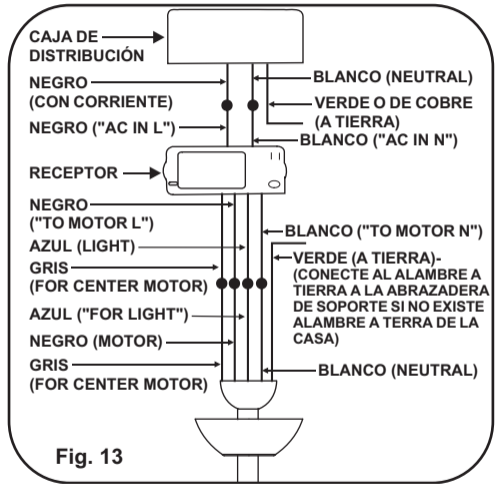

Fig. 13
Paso 2. Haga las conexiones del motor al receptor de la manera siguiente; Conecte el Alambre Blanco del ventilador al alambre Blanco marcado "TO MOTOR N" del Receptor. Conecte el Alambre Negro del ventilador al alambre Negro marcado "TO MOTOR L" del Receptor. Conecte el alambre Azul del ventilador al alambre Azul del Receptor marcado "FOR LIGHT" from the Receiver. Conecte el Alambre GRIS del ventilador al alambre GRIS marcado "OSCILLATION" del Receptor. Asegurar las conexiones con los conectores de plástico proveídos. (Fig. 13 & 14)
Paso 3. Haga las conexiones de la caja de distribución a el Receptor de la manera siguiente; Conecte el Alambre blanco (neutral) de la caja de distribución al alambre blanco marcado "AC in N" del receptor. Conecte el Alambre Negro (corriente) de la caja de distribución al alambre Negro marcado "AC in L" del Receptor. Asegure las conexiones con los conectores de plastico proveidos. (Fig. 13 & 14)
Paso 4. Si su caja de distribución tiene un alambre a tierra (verde o cobre) conectelo a los alambres a tierra (verdes) de la Esfera de Soporte y la Abrazadera de Montaje. Si su caja de distribución no tiene un alambre a tierra, entonces unicamente conecte los dos alambres a tierra de la Esfera de Soporte y la Abrazadera de Montaje. Asegure la conexión con un conector de plastico proveido. (Fig. 13 & 14)